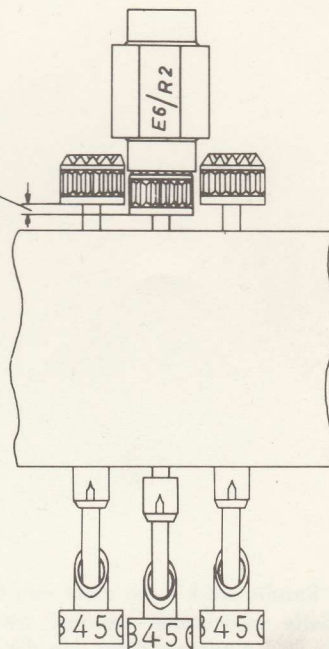

FIG. 3
- 2) Die Druckfeder E6-7 vor der Zahlradachse. Mit dem Gewicht E6/R2 wird die Federkraft der Zahlradachse untersucht. Zu geringe Federkraft kann durch Verschieben der Federbüchse um ca. 5 mm näher zum Zahlrad berechtigt werden. Achten Sie darauf keine Spuren auf der Zahlradachse zu hinterlassen. Siehe Fig. 3.